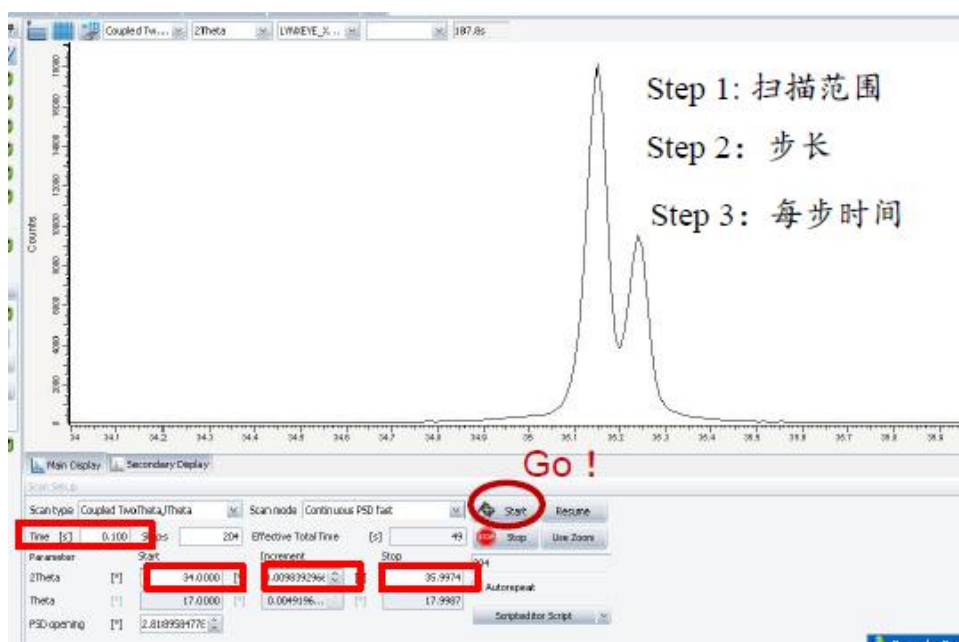

图 4-6
4.5 选择 coupled Twotheta/theta，设定扫描范围，扫描步长及每步停留时间。扫描步长的确定以最窄的衍射峰的半峰宽除以 6 为最佳。可以快扫一遍确定步长，通常 0.02 度是合适的。点击 Start 即可开始测量。如果勾上 Autorepeat 按钮，则能进行多次扫描，在认为扫描图谱可以满足要求的情况下，勾掉 Autorepeat 按钮，则在当次扫描结束后，扫描自动停止。（图 4-6）。